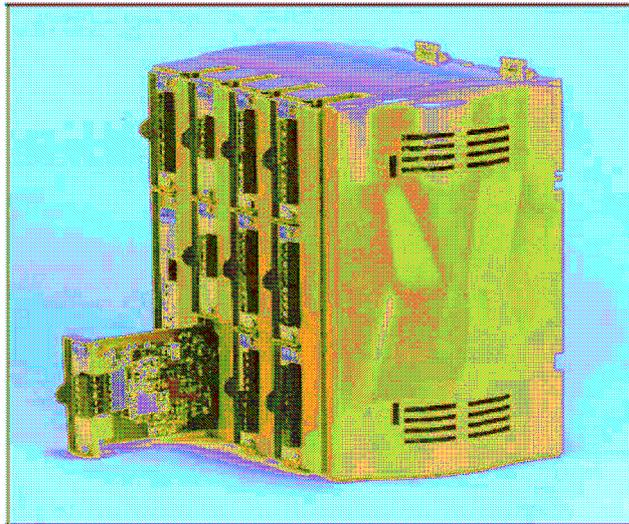

Figura 4-3. Instalando um Módulo de E / S.
3. Insira o novo módulo de E / S através do módulo *slot* na frente da carcaça do ROC Série 800. Certifique-se que as inscrições na frente do módulo estejam na face superior direita. Conforme mostra a Figura 4-3. Delicadamente deslize o módulo no local até que ele esteja adequadamente encaixado na placa-mãe.